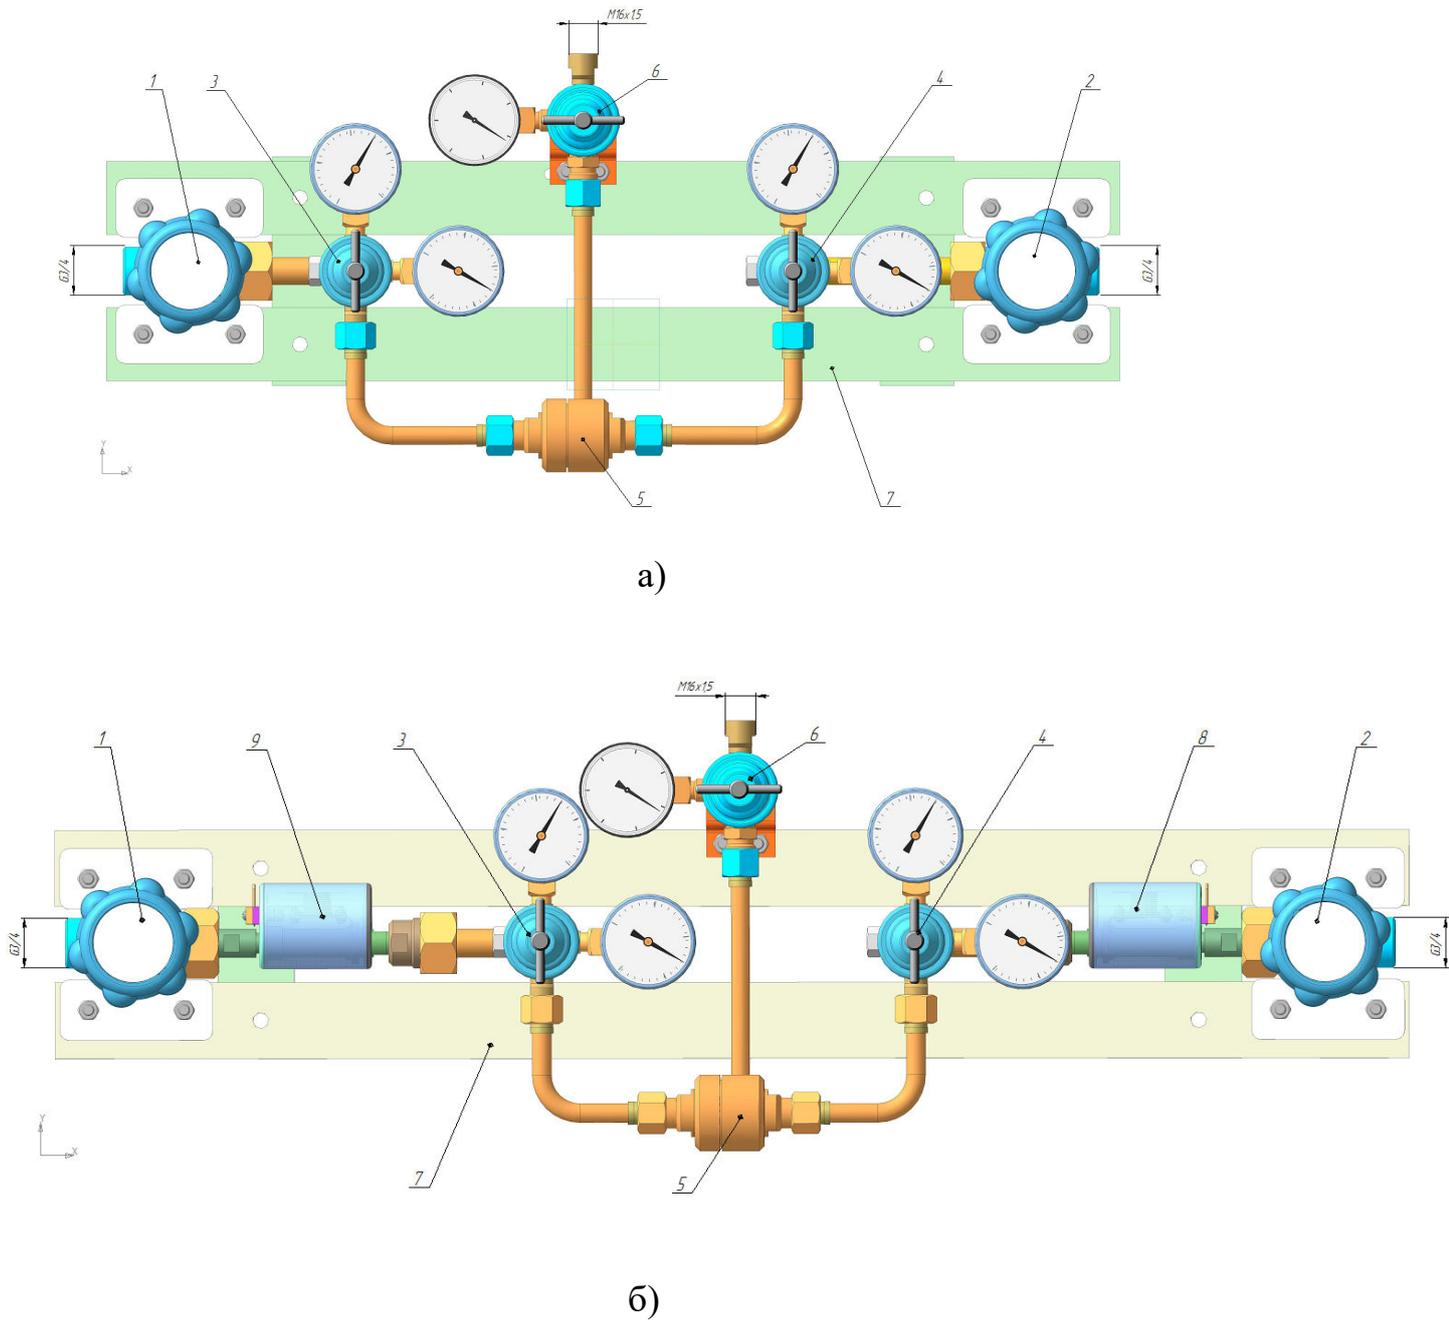

Рис.1 Щит автопереключения плеч перепускных газовых рампы.
4.1 На рис. 1 изображены общие вида щитов автопереключения
4.2.1 В зависимости от условий эксплуатации щиты выполняются без подогрева газа (Рис.1а) или с установкой подогревателей газа 8,9, расположенных между запорными клапанами 1,2 и редукторами 3,4 (Рис. 1б).